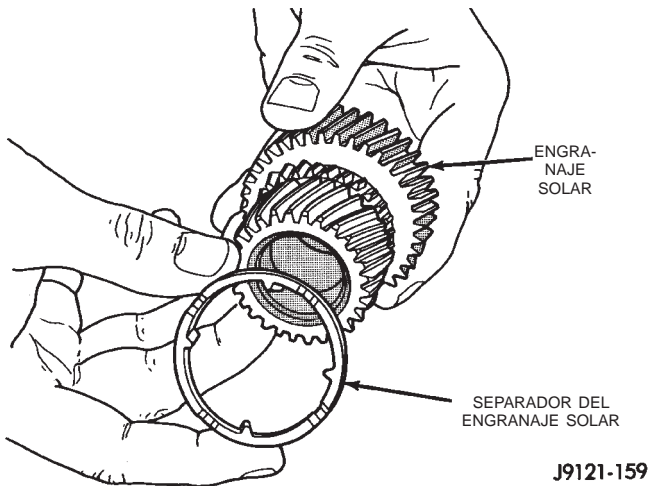

Fig. 152 Instalación del separador en el engranaje solar
(7) Instale el separador en el engranaje solar (Fig. 152).